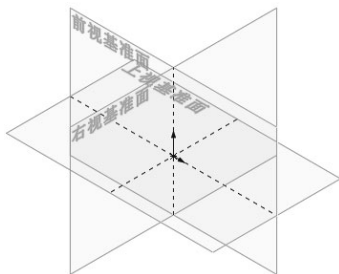

图 2-2 系统默认基准面
(1) 执行命令。选择菜单栏中的“插入”→“草图绘制”命令,或者单击“草图”面板上的“草图绘制”按钮,也可以直接单击“草图”面板上要绘制的草图实体,此时绘图区域出现如图 2-2 所示的系统默认基准面。
(2) 选择基准面。用鼠标左键选择绘图区域中的 3 个基准面之一,确定要在哪个面上绘制草图实体。
(3) 设置基准面方向。单击“视图(前导)”工具栏中的“正视于”按钮,使基准面旋转到正视方向,以便于绘图。